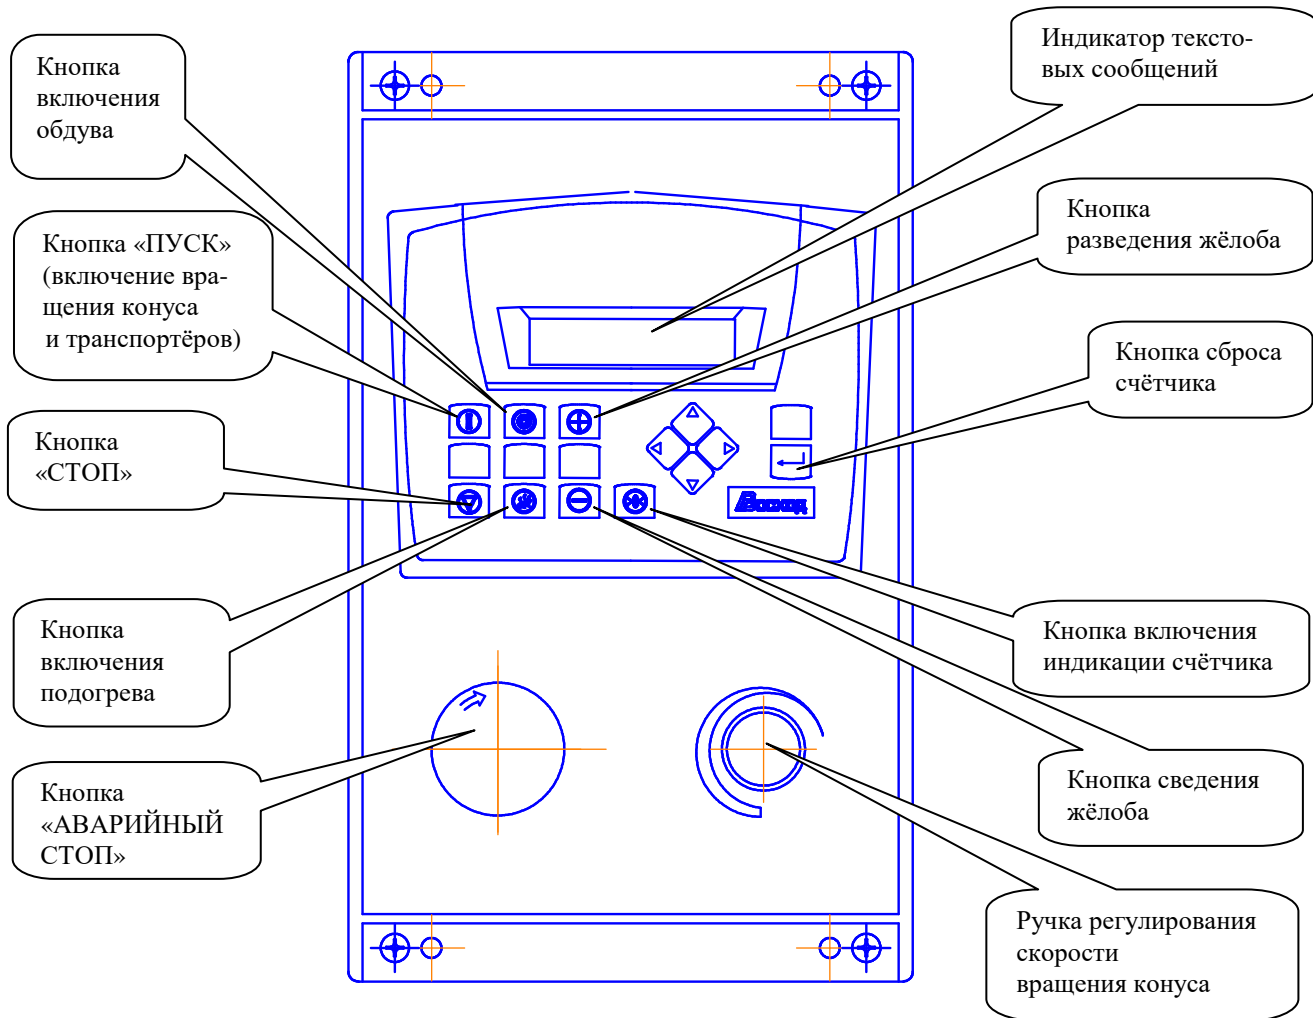

Рисунок 6 – Пульт управления тестоокруглителя.
5.2 Управление тестоокруглителем осуществляется с панели пульта управления поз.10 (см. рисунок 6). Каждая функция, включаемая нажатием кнопки на панели пульта управления, отображается на дисплее.